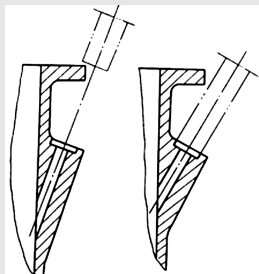

图 3-73 油尺插孔的位置
**注意：**油尺多安装在箱体侧面，设计时应合理确定油尺插孔的位置及倾斜角度，既要避免箱体内部的润滑油溢出，又要便于油尺的插入及油尺插孔的加工，如图 3-73 所示。